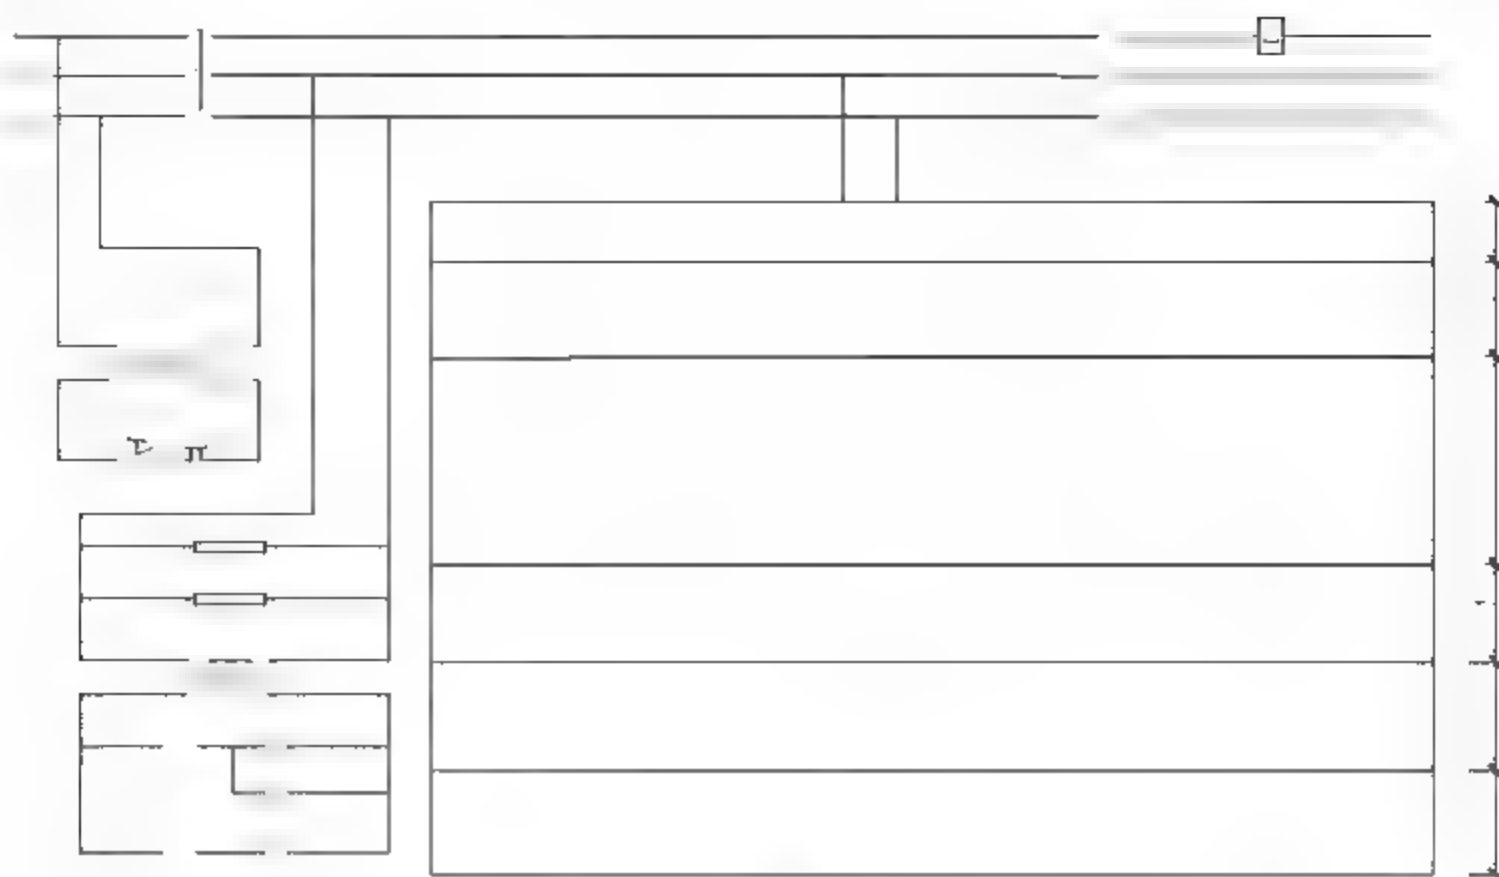

图11-29 偏移横向矩形边
**08** 调用X【分解】命令，分解矩形；调用O【偏移】命令，选择横向矩形边向内偏移，结果如图11-29所示。